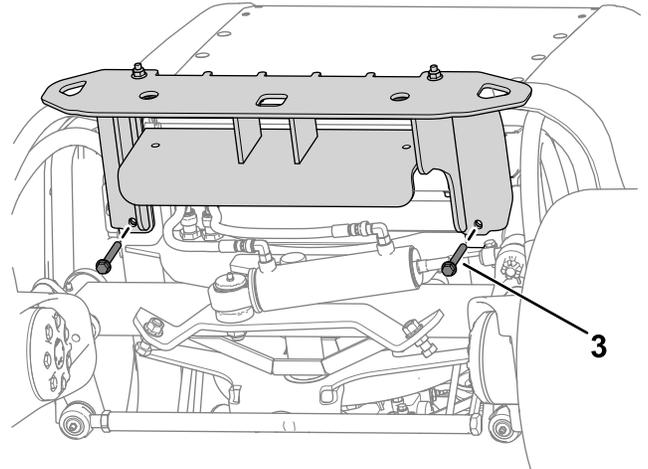

Figure 14
2. Avec 4 boulons ($\frac{3}{8}$ " x $3\frac{1}{4}$ ") et 4 écrous ($\frac{3}{8}$ "), fixez la partie supérieure du pare-chocs au cadre de la machine (Figure 14).
3. Avec 2 boulons ($\frac{3}{8}$ " x $2\frac{3}{4}$ ") et 2 écrous ($\frac{3}{8}$ "), fixez le pare-chocs sous le cadre de la machine (Figure 14).